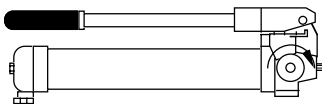

Figura 1
1. Chiudere la valvola di rilascio girandola in senso orario, come illustrato nella figura 1.